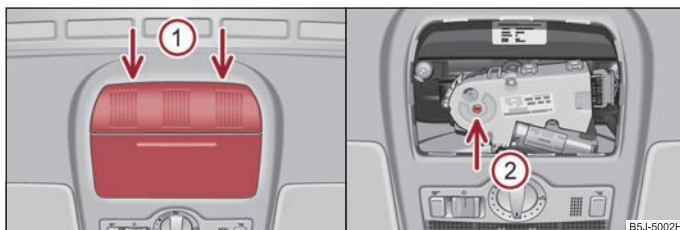

Fig. 35 Imagine din plafon: Puncte de amplasare a șurubelniței / Orificiul pentru amplasarea cheii
- Așezați o șurubelniță cu capătul plat în partea din spate a capacului pentru mecanismul electric, în locul săgeții ① ⇒ fig. 35.
- Introduceți o cheie hexagonală nr. 4, până la limită, în orificiul indicat de săgeata ② și închideți, respectiv deschideți trapa/plafonul glisant ⇒ fig. 35.